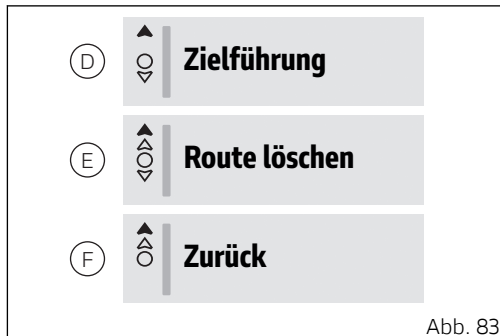

Abb. 83
- Die Angabe „Zielführung“ (D, Abb. 83) markieren, dann auf ENTER (3) drücken.
- Die Angabe „Route löschen“ (E, Abb. 83) markieren, dann auf ENTER (3) drücken.